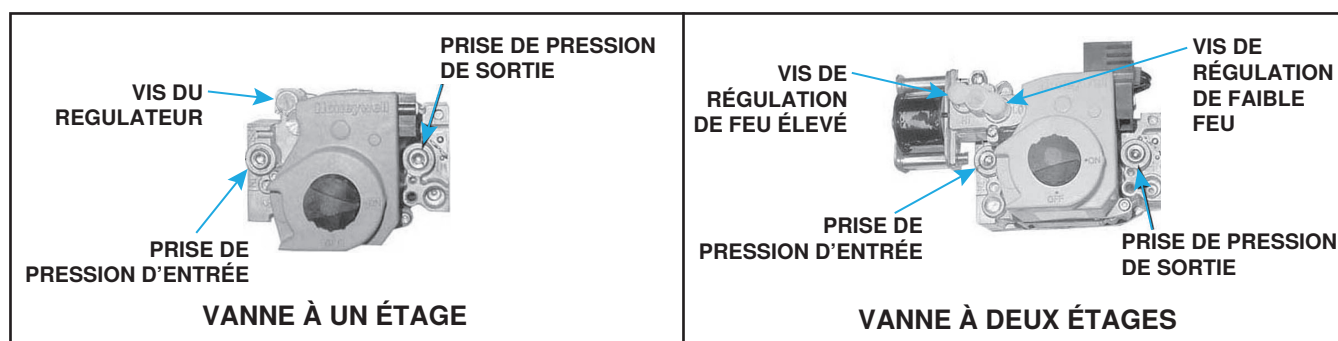

Figure 35. Vannes à gaz combinées
1. Positionnez la soupape manuelle (sur la soupape combinée) de manière à prévenir la circulation vers les brûleurs principaux et branchez le manomètre sur la prise de pression (voir Figure 35) de la soupape.
3. Normalement, aucun ajustement du régulateur réglé en usine ne devrait être nécessaire. Si un ajustement est requis, réglez la pression sur la valeur correcte en tournant la vis du régulateur (voir Figure 35) vers l'intérieur (sens des aiguilles d'une montre) pour augmenter la pression. Tournez la vis du régulateur vers l'extérieur (sens contraire aux aiguilles d'une montre) pour réduire la pression. Consultez la documentation du fabricant de la soupape qui accompagne la fournaise pour des informations plus détaillées.
2. Connectez le manomètre à la prise de pression d'entrée sur la vanne de gaz combiné (voir Figure 35).